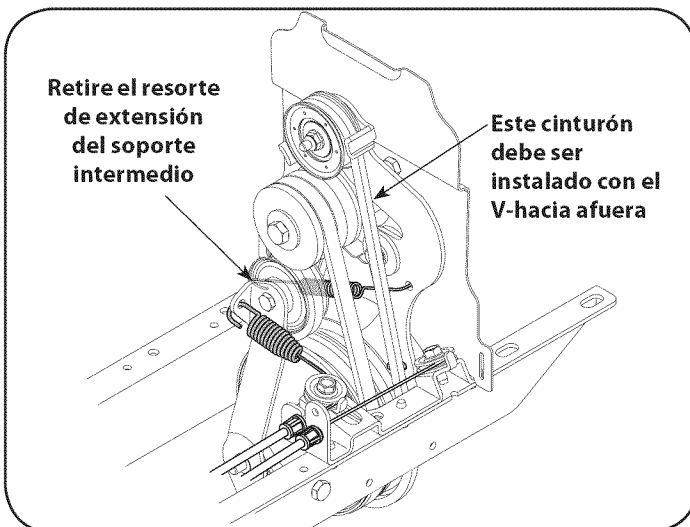

Figura 25
4. Retire el resorte de extensión del soporte intermedio. Vea la Figura 25. Se recomienda usar un par de pinzas de punta de aguja para agarrar el resorte por el extremo que engancha sobre el bastidor. Simplemente, tómelo y tire alejándolo del bastidor, luego hacia arriba aflojando la tensión del resorte.